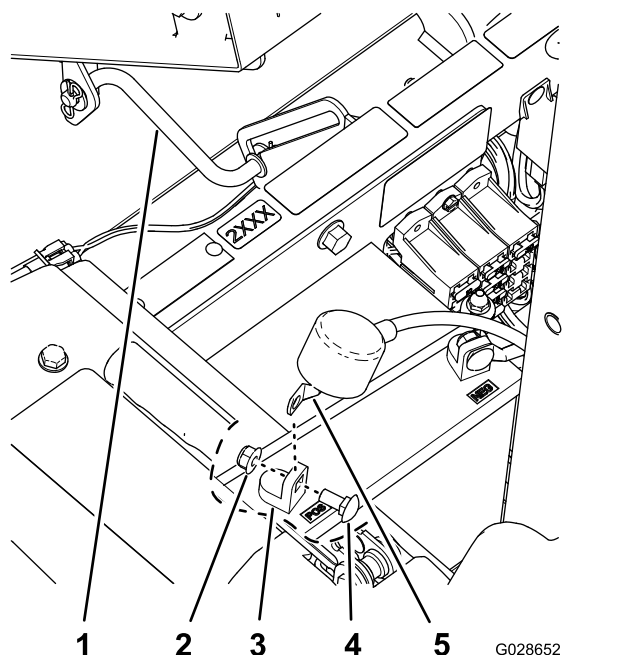

Figura 28
1. Incline o banco do operador para a frente e prenda-o com o dispositivo de bloqueio (Figura 28).
2. Retire a porca de bloqueio flangeada, o parafuso de carroçaria e o cabo positivo da bateria da bateria (Figura 28).
3. Ligue o cabo positivo da bateria à bateria (Figura 28).
4. Baixe o banco do operador (Figura 28).